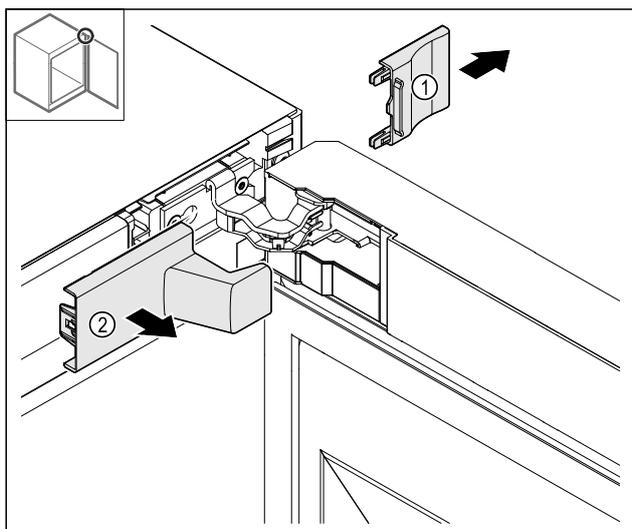

Fig. 13
- Nuimkite dengiamąją plokštelę Fig. 13 (1) ir tada Fig. 13 (2).